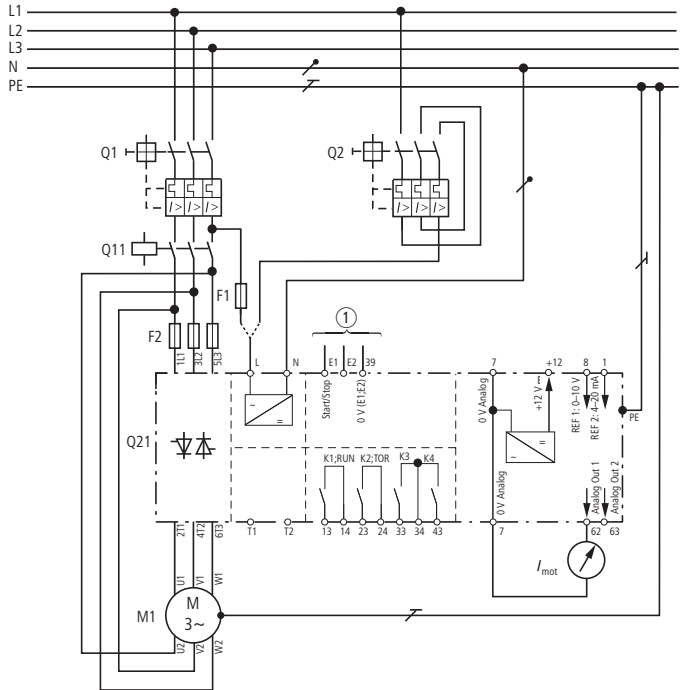

Abbildung 22: DM4-340 „In-Delta“
- Bei einer Verdrahtung gemäß Abbildung 22, Seite 51, sind am Motor nachfolgende Klemmenkombinationen zulässig; alle anderen Kombinationen führen zu Schäden am Softstarter DM4 oder am Motor bzw. an der Anlage.